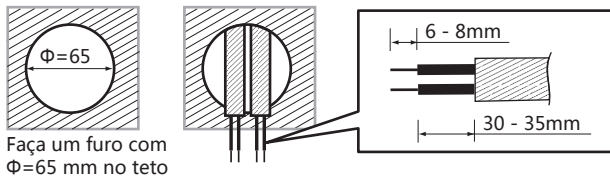

FIG.12
- Para instalar o detetor, faça um furo com um diâmetro de 65 mm no painel do teto e mantenha o cabo de alimentação do lado de fora. Retire 6-8 mm de revestimento de cabos para efetuar a cablagem (consulte a FIG. 12).